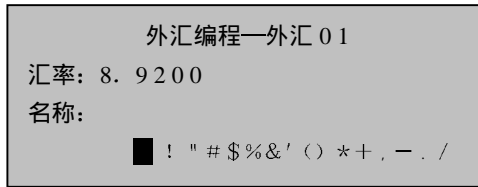

图 3-26
3) 运用数字输入操作输入“8.92”，确认 1#外汇汇率，如图 3-26 所示；